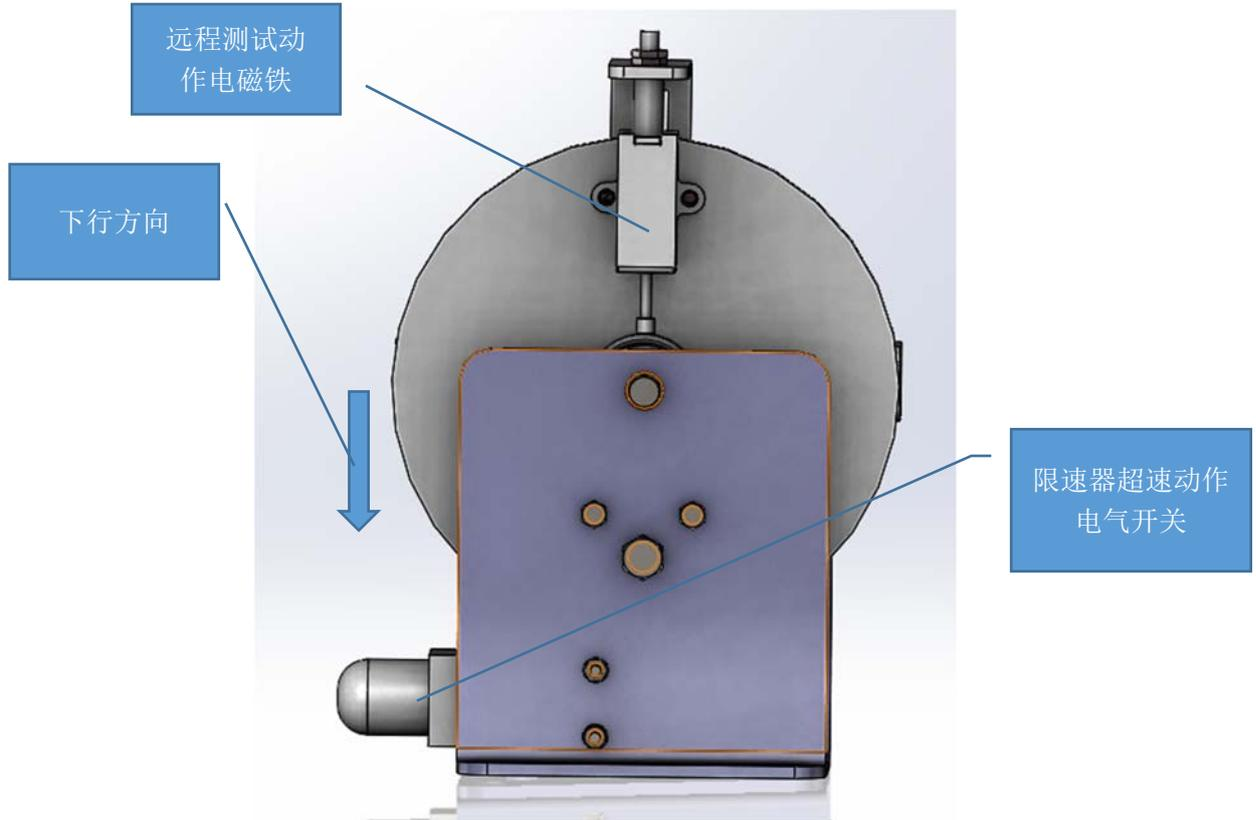

图 1
1、本产品触发方式为电磁铁形式的限速器，试验方法为轿厢以检修速度下行，绳轮缓慢转动，将图 1 所示动作电磁铁通电，直至限速器圆盘转动一定角度后并、实现限速器机械动作从而提拉安全钳，使轿厢制停，然后断开电磁铁开关。试验后需将限速器复位，使轿厢微量上行，机械和电气开关自动复位，